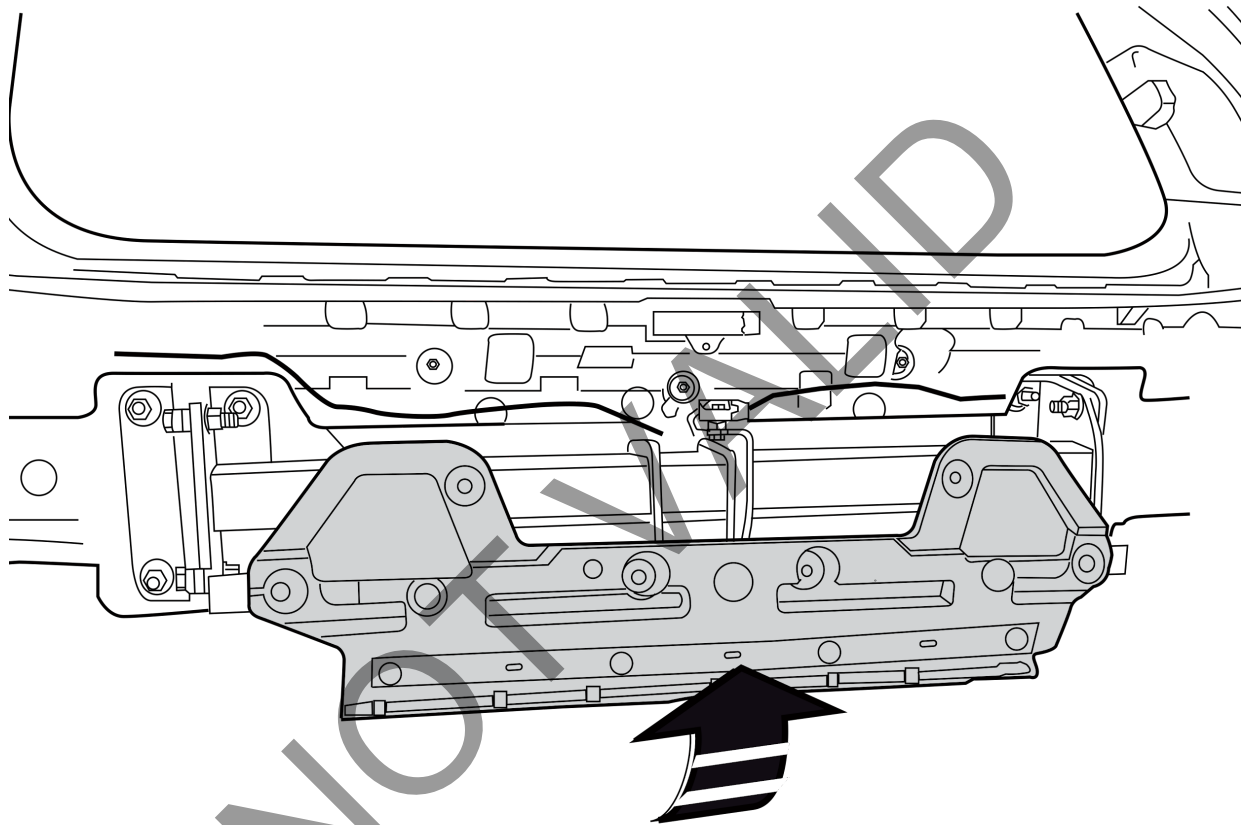

Fig. 5
10. Установить указанные детали. См. рисунок 5.